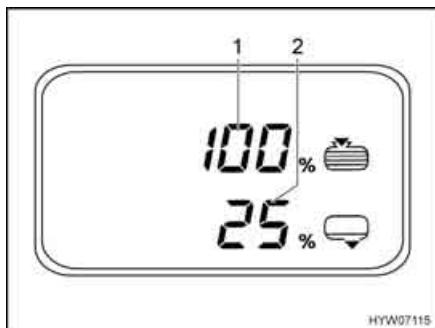

Fig. 137 Menu Serbatoio
- Premere il tasto (Fig. 133,9): Appare il menu Serbatoio (Fig. 137).
- Livello del serbatoio dell'acqua (Fig. 137,1)
- Livello del serbatoio delle acque grigie (Fig. 137,2)
Il menu Serbatoio appare e il rispettivo simbolo inizia a lampeggiare quando il serbatoio dell'acqua è vuoto oppure il serbatoio delle acque grigie è pieno. Lampeggiano inoltre il simbolo allarme e il valore corrispondente in percentuale (Fig. 137,1 o 2).